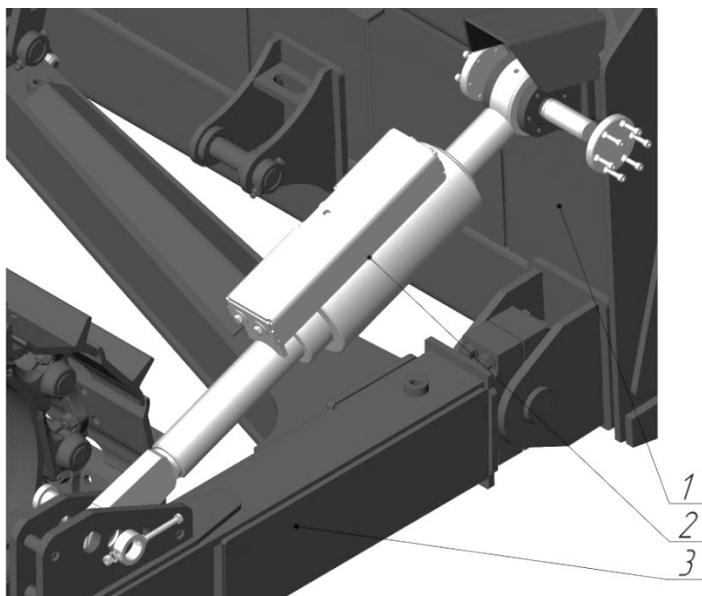

Рисунок 3.109. Монтаж гидроцилиндра перекоса отвала
- ▶ Установку гидроцилиндра перекоса отвала (см. рис. 3.109) производить аналогично установке тяги для регулировки угла наклона отвала.